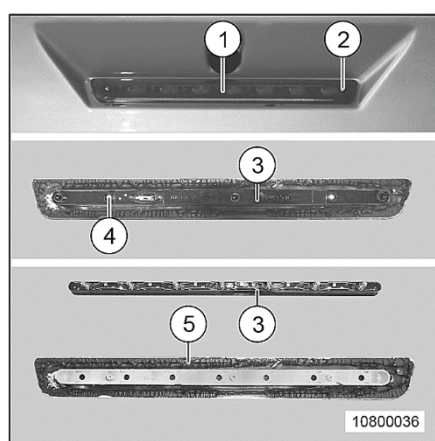

Fig. 185 Troisième feu de freinage
- Pour remonter le troisième feu de freinage (Fig. 185/1), appliquer du mastic d'étanchéité frais (Fig. 185/5). Le mastic d'étanchéité est en vente chez les partenaires de service Carthago.
1. Desserrer les vis (Fig. 185/2) du troisième feu de freinage (Fig. 185/1).
2. Retirer le troisième feu de freinage (Fig. 185/1). En raison du mastic d'étanchéité, ceci demande un peu d'énergie est nécessaire.
3. Sur la face arrière du troisième feu de freinage (Fig. 185/1), retirer les vis (Fig. 185/4) de la baguette en plastique (Fig. 185/3).
4. Enlever la baguette en plastique (Fig. 185/3) et remplacer l'ampoule.